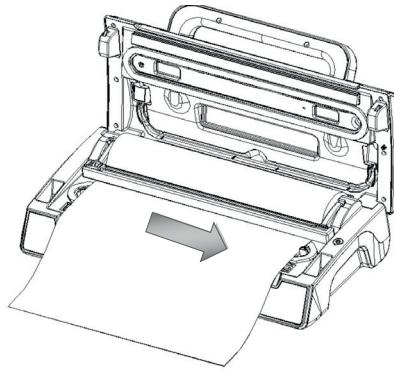

Fig. 4
4. Sett ned kuttestativet og sorg for at det er på rett sted på posen, og dra deretter kutteren fra en side til den andre for å kutte posen (Fig.4).